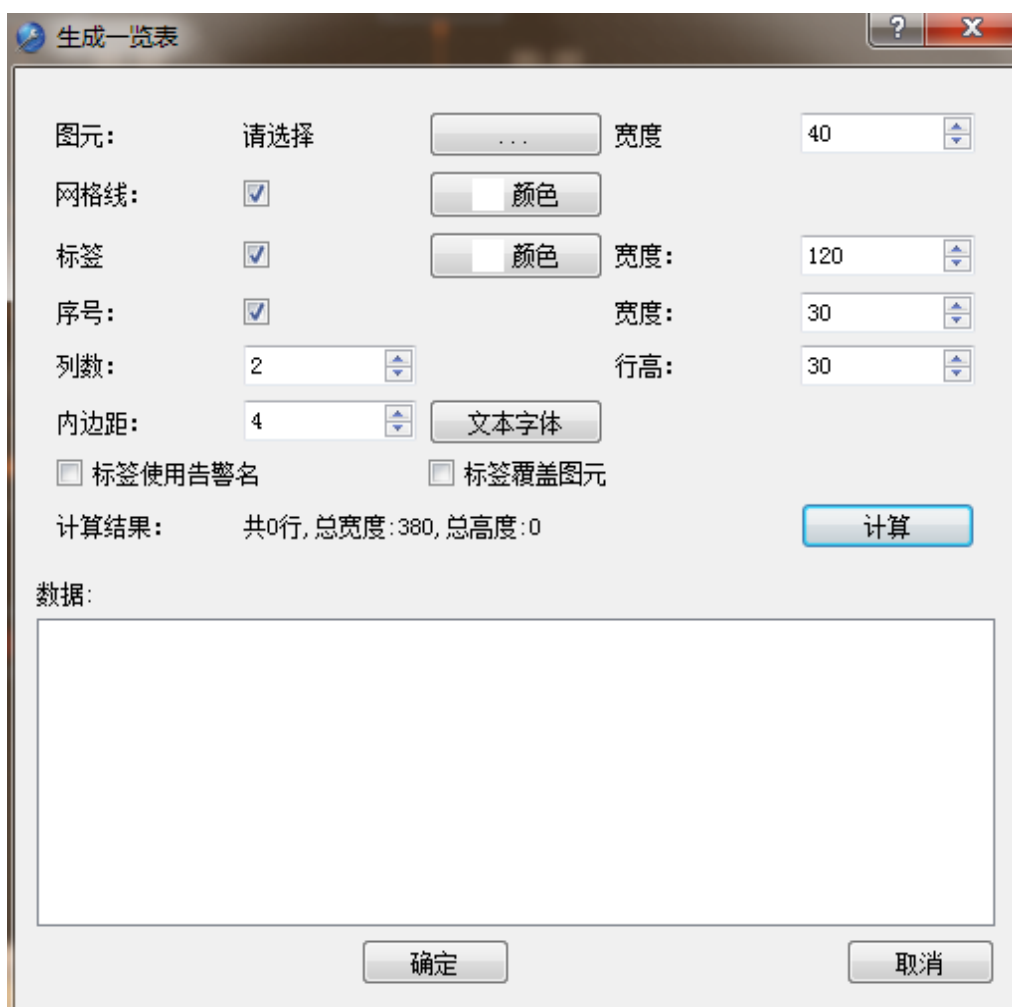

图 61 一览表设置界面
5) “一览表生成”：快速生成遥测、遥信、光字牌等一览表，一览表设置界面，如图61所示：